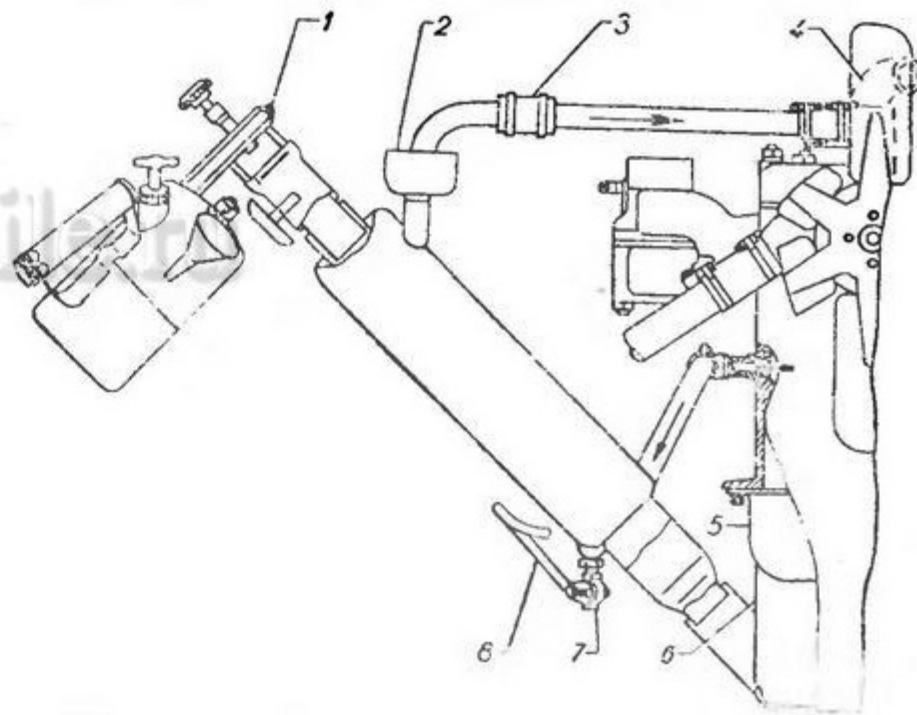

Рис. 2. Установка лампы в котел пускового подогревателя.
2. Закрывать сливной кран 7 (рис. 2) системы охлаждения, расположенный на котле, и кранчик отопителя на головке цилиндров. Отвернуть пробку в заливочной воронке 2 котла.